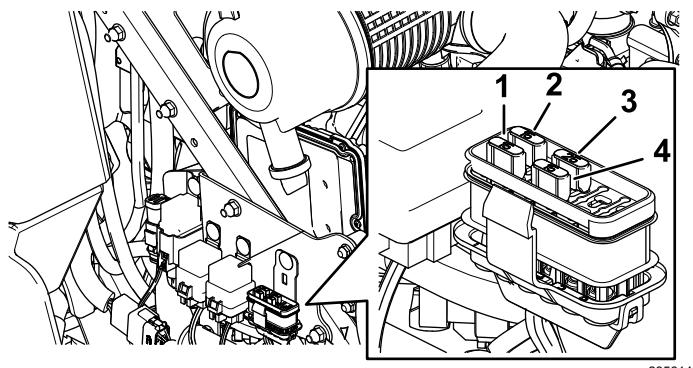

Рисунок 45
- Установите новый предохранитель (Рисунок 45).